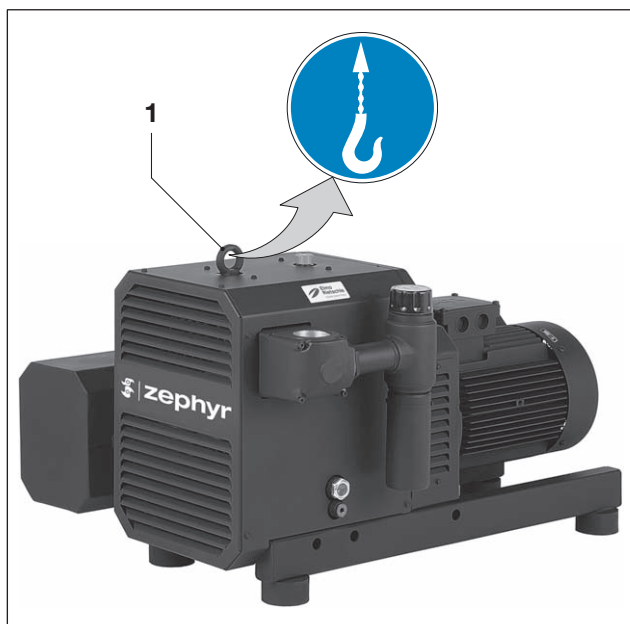

Abb. 1 Anheben und Transportieren
- a) Die Ringschraube (Abb. 1/1) fest anziehen.